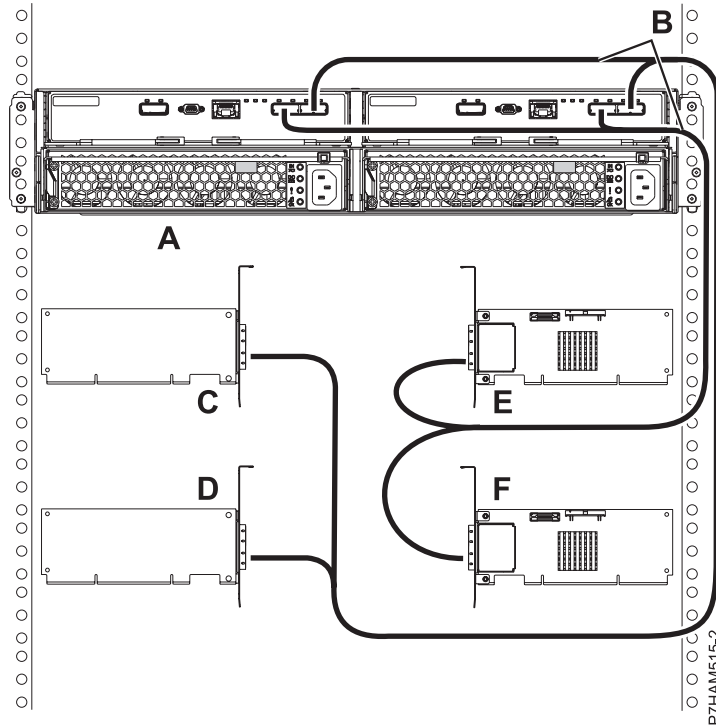

Figure 33. Mode 4 de connexion d'un boîtier d'unité de disque 58/87 via des câbles X à quatre adaptateurs SAS indépendants
- n. Effectuez la connexion de mode 4 d'un boîtier d'unité de disque 58/87 (A) via des câbles X (B) à quatre adaptateurs SAS indépendants, comme illustré dans la figure 33, à la page 32.